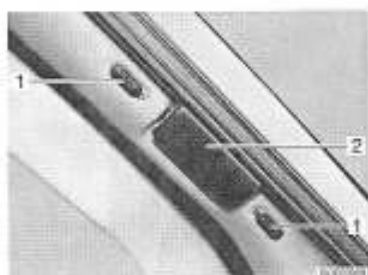
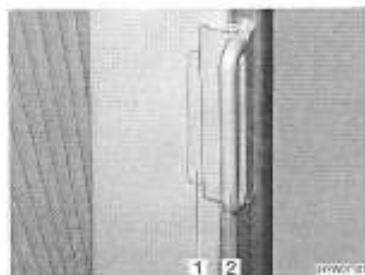

Fig. 49 Dispositif occultant plissé pour le pare-brise
Fig. 50 Dispositifs occultants plissés pour les fenêtres côté conducteur et passager
- Pousser les boutons de verrouillage du dispositif occultant plissé pour le pare-brise (Fig. 49,1) vers le bas ou vers le haut. Si le point rouge est visible, le dispositif de verrouillage est ouvert.
- Saisir les dispositifs occultants plissés par la poignée (Fig. 49,2 et Fig. 50,2) et tirer avec précaution jusqu'à ce que le blocage magnétique les maintienne fermés.
- Pousser, sur les dispositifs occultants plissés pour les fenêtres côté conducteur et côté passager, la poignée (Fig. 50,2) sur la pièce de fixation (Fig. 50,1). Le dispositif occultant plissé est bloqué.